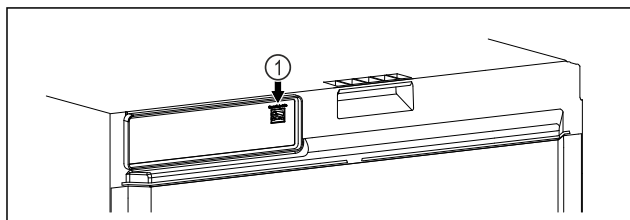

Fig. 118
- ☐ SmartModule Fig. 118 (1) è inserito.